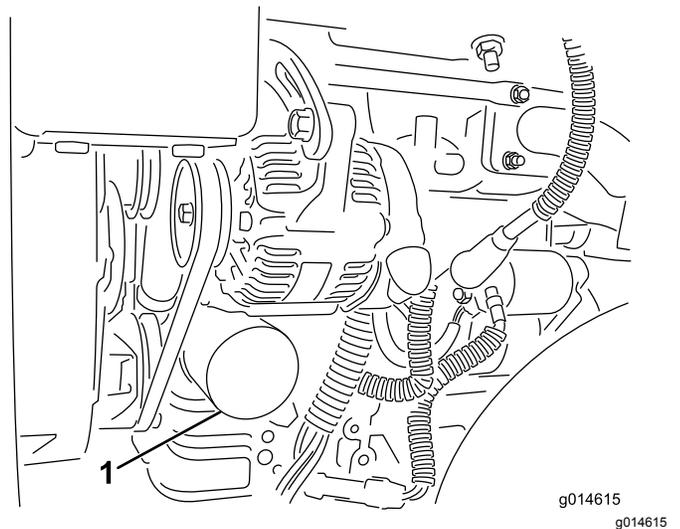

图40
2. 拆下机油滤芯图40。在新的滤芯垫片上涂上薄薄一层干净油。